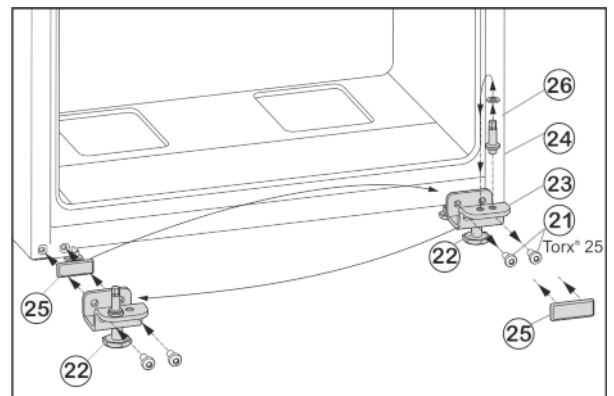

Fig. 7
- ▶ Tekerje le a rögzítőcsavarokat Fig. 7 (21).
- ▶ Vegye le a teljes alsó csapágybakot Fig. 7 (23) a csap-szeggel Fig. 7 (24), az alátéttel Fig. 7 (26) és a beállító lábbal Fig. 7 (22).
- ▶ Csavarozza le a teljes csapágybakot Fig. 7 (24) az alátéttel Fig. 7 (26), helyezze át a csapágybak túloldali felvő furatába, és csavarozza vissza.
- ▶ Óvatosan vegye le a fedőlemezt Fig. 7 (25), és helyezze át az ellenkező oldalra.
- ▶ A teljes alsó csapágybakot *Fig. 7 (23)* a csapszeggel *Fig. 7 (24)*, az alátéttel *Fig. 7 (26)* és a beállító lábbal *Fig. 7 (22)* a csuklópánt új oldalán **erősen (4 Nm-es nyomatékkal)** csavarozza vissza, adott esetben egy akkus csavarhúzó használatával.
- ▶ Az alsó ajtót felülről helyezze a csapszegre *Fig. 7 (24)*.
- ▶ Tekerje ki az állítólabát *Fig. 7 (22)* az alsó csapágybakból *Fig. 7 (23)*, míg hozzá nem ér a talajhoz.